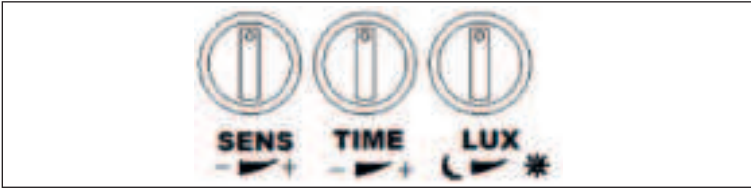

Fig. 6: Motion sensor settings
- Skjut de delar av M16-kabelgenomföringen som visas i fig. 6 över anslutningskabeln.
- Skjut in kabeländarna i motsvarande anslutningar i M16-kabelgenomföringen så att LED-belysningens anslutningar (N, L, skyddsjord/GND ☉) är anslutna till motsvarande kabel-färg i nätanslutningen (N = blå, L = brun, GND ☉ = grön-gul). Skruva fast nätkablarna med en skruvmejsel enligt bild 6.
5.3 Inställningar (fig. 6)
- Přes připojovací kabel nasadte části kabelové průchodky M16 znázorněné na fig. 6.
- Zasuňte konce kabelu do příslušných konektorů konektoru kabelové vývodky M16 tak, aby se přípojky venkovního LED reflektoru (N, L, ochranné uzemnění/GND ) spojily s odpovídající barvou kabelu síťové přípojky (N = modrá, L = hnědá, GND ) = zelenožlutá). Síťové kabely pevně zašroubujte šroubovákem podle fig. 6.